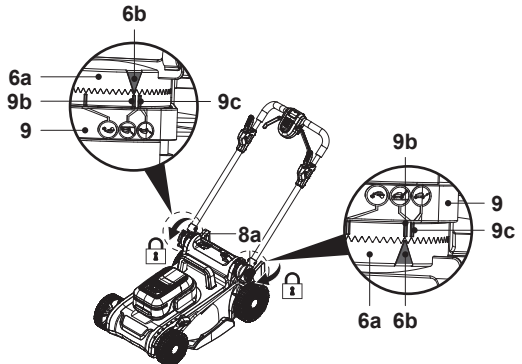

Fig. 2
4. Alinhe o triângulo de indicação (6b) na placa seletora (6a) com um dos indicadores de altura da pega (9b/9c) no suporte da pega (9) e, em seguida, fixe o conjunto da pega (4, 6) apertando os botões de bloqueio (8a) (Fig. 2).
5. Certifique-se de que os dois guiadores inferiores (6) estão montados à mesma altura em ambos os lados.
6. Certifique-se de que o cabo de controlo (20) percorre a parte superior do guiador inferior (6).